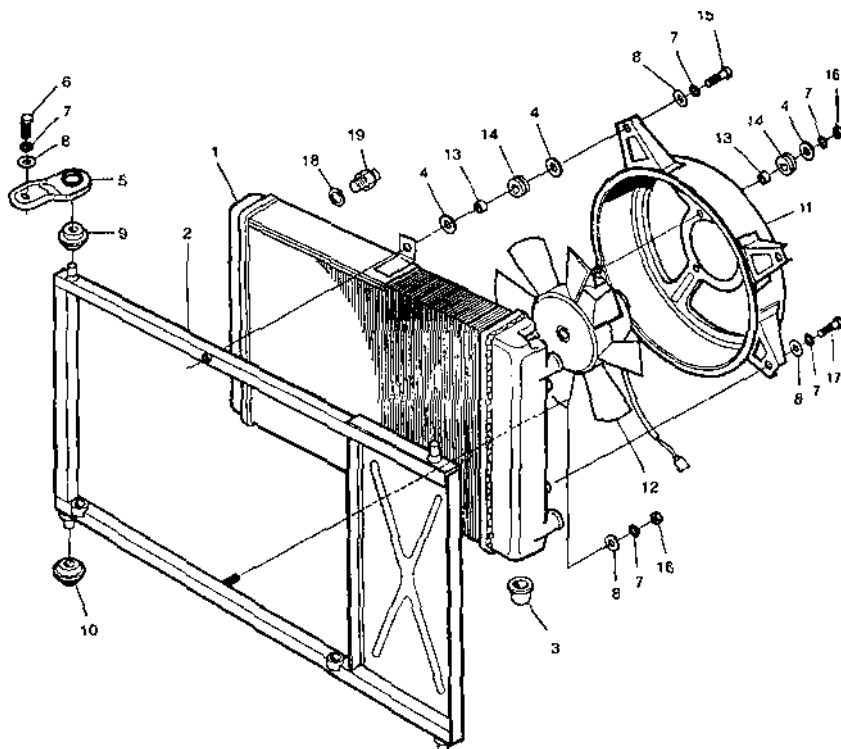

Рис. 2.39.1. Радиатор и его крепление:
4. Отвернуть болт крепления радиатора с электроventилиатором в верхней части рамки. Аккуратно снять радиатор с электроventилиатором, выведя его нижнюю часть из гнезд рамки (рис. 2.39.1).